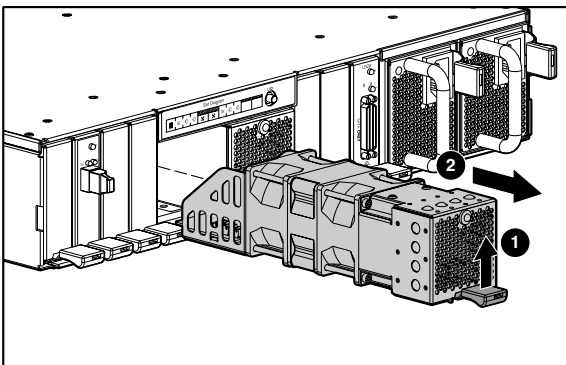

Figure 3 : Retrait du module de ventilation
1. Soulevez le loquet de couleur bordeaux du module de ventilation ❶ et retirez le module en question du boîtier ❷, comme le montre la Figure 3.